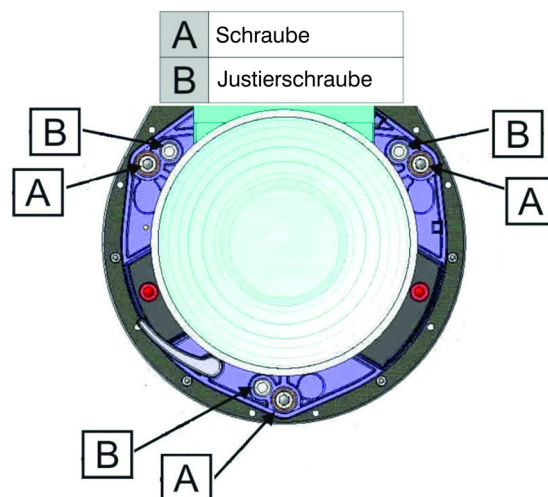
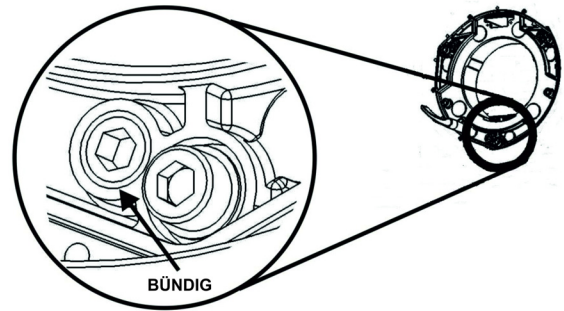

Figura 2-4 Ubicación de los tornillos
Figura 2-5 Posición nivelada de los tornillos de fijación
4. Utilice una llave Allen de 5 mm para aflojar los tres tornillos de fijación de la montura de la lente; consulte la **Figura 2-4**.
5. Afine el enfoque del modelo de retículo en cruz I ajustando el tornillo de casquete correspondiente; consulte la **Figura 2-4**. Continúe con el ajuste hasta que la imagen del retículo en cruz esté enfocada con un destello mínimo.
6. Ajuste el modelo de retículo en cruz II apretando el tornillo de casquete correspondiente; consulte la **Figura 2-4**. Continúe con el ajuste hasta que la imagen del retículo en cruz esté enfocada con un destello mínimo.
7. Ajuste el modelo de retículo en cruz III apretando el tornillo de casquete correspondiente; consulte la **Figura 2-4**. Continúe con el ajuste hasta que la imagen del retículo en cruz esté enfocada con un destello mínimo.
9. El calibrado original de fábrica aproximado se puede recuperar ajustando la posición de los tres tornillos de fijación; consulte la **Figura 2-4**. Coloque los tornillos de fijación nivelados con respecto a la cara delantera de la placa de la montura de la lente y en contacto con la placa interna de la montura de la lente; consulte la **Figura 2-5**. Es posible que sea necesario ajustar tanto los tornillos de fijación como los tornillos de casquete.